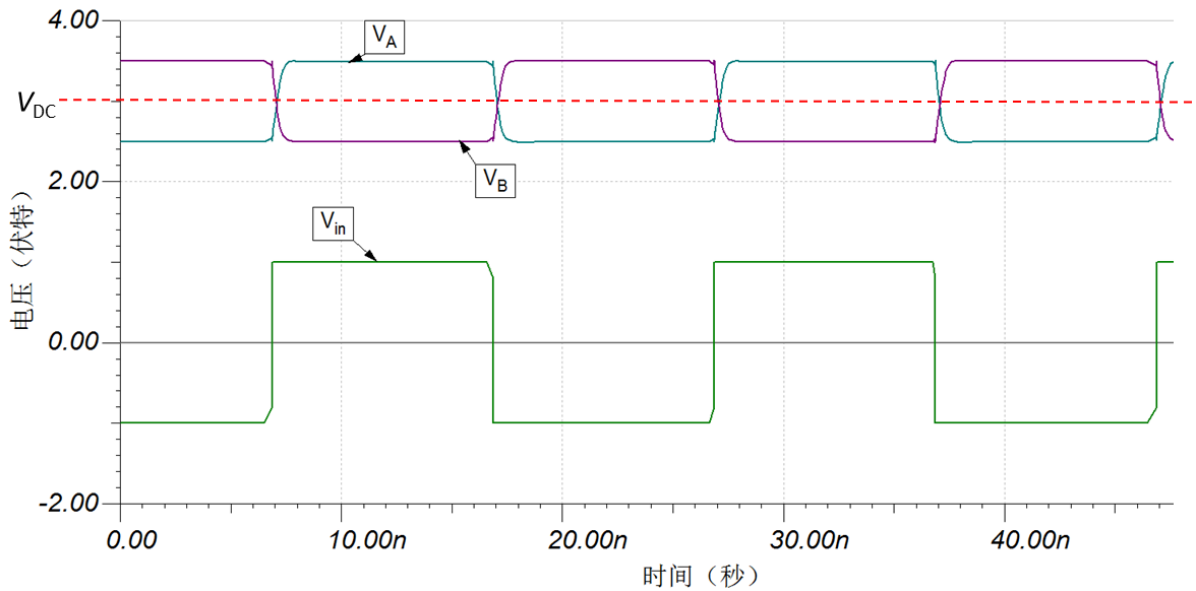

图 2 V_{in} 、 V_A 、 V_B 与 V_{DC} 的图例 (此时差模信号源的放大倍数为 1)
- (1) 现场可以为本题制作不超过两块印制电路板，要求如下：
- ① 电路板为单双面板，长宽不超过 6cm×10cm；
- ② 在线路所在层利用 Place String 放置自己组的编号，大小适中；
- ③ 印制电路板设计工艺要求详见竞赛 U 盘中“2014 年 TI 杯模拟专题邀请赛 PCB 制板须知”文件；
④电路板需自行打孔。
(2) V_A , V_B 的直流分量如图 2 中 V_{DC} 所示: